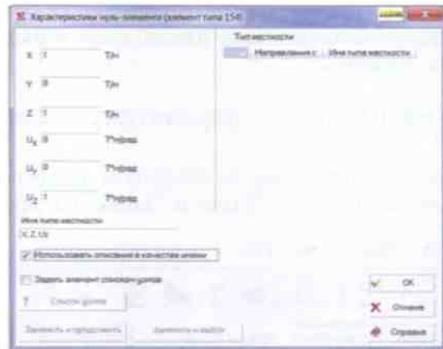

Рис. 6.4-2. Диалоговое окно Характеристики нуль-элемента
- активировать операцию и в появившемся диалоговом окне (рис. 6.4-2) указать, по каким направлениям местной системы координат элемента запрещаются или задаются перемещения (направление указывается числом, большим нуля, в соответствующем поле ввода);